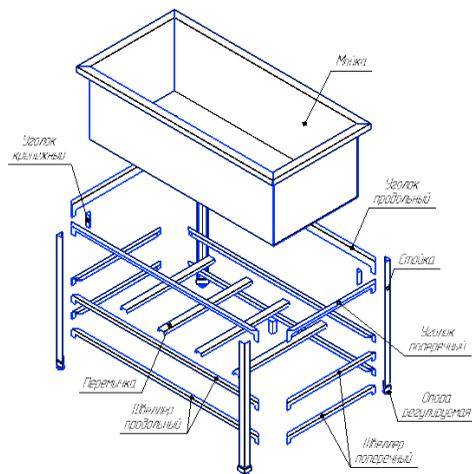

Рис.1 - Схема сборки ванны
4.5 Установить мойку на каркас (рисунок 1).